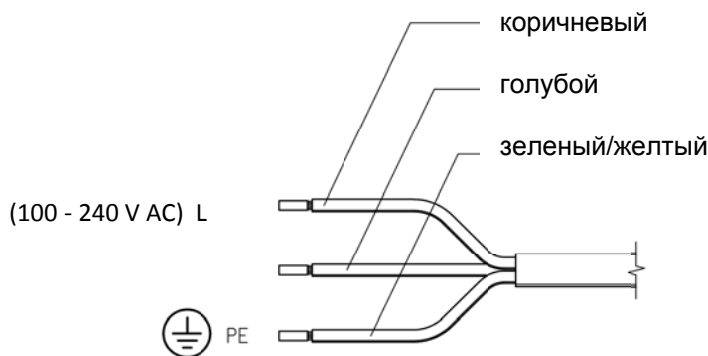

Рис.9: Силовой кабель блока MPM
- подключить силовой кабель к сети или подключить штекер. См. рис. 9